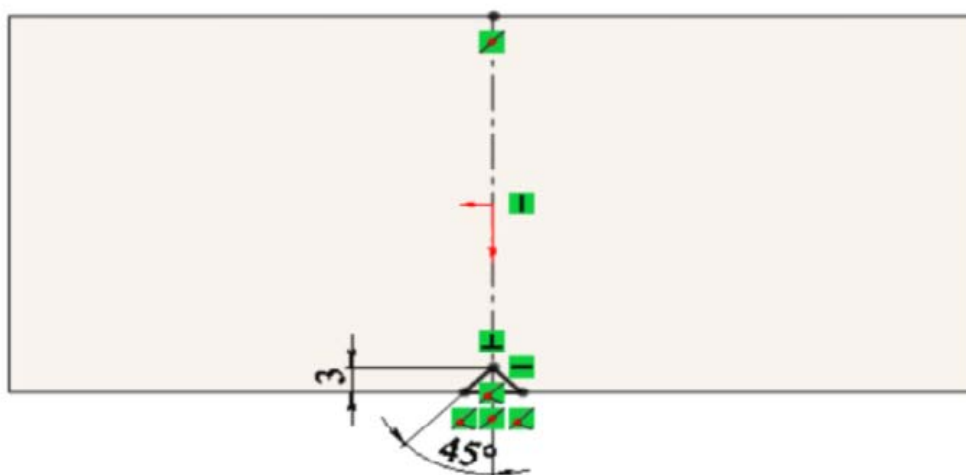

Рис. 2.57. Эскиз
9. Нарисуйте эскиз, показанный на рис. 2.57;